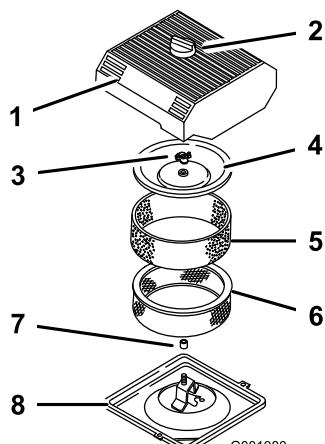

図 43
- エアクリーナを外したときエンジン内部に異物が入らないよう、周辺をきれいに拭く(図 43)。
- エア・クリーナのカバーのノブをゆるめてカバーを外す(図 43)。
- ペーパー・エレメントからスポンジ・エレメントを注意深く取り外す(図 43)。
- カバー・ナットを外し、カバーとペーパー・エレメントを外す(図 43)。
- ペーパー・エレメントにスポンジ・エレメントを注意深く取り付ける(図 43)。
- カバー・ナットを取り付けて指締めする(図 43)。
4. エア・クリーナのカバーとノブを元通りに取り付ける(図43)。